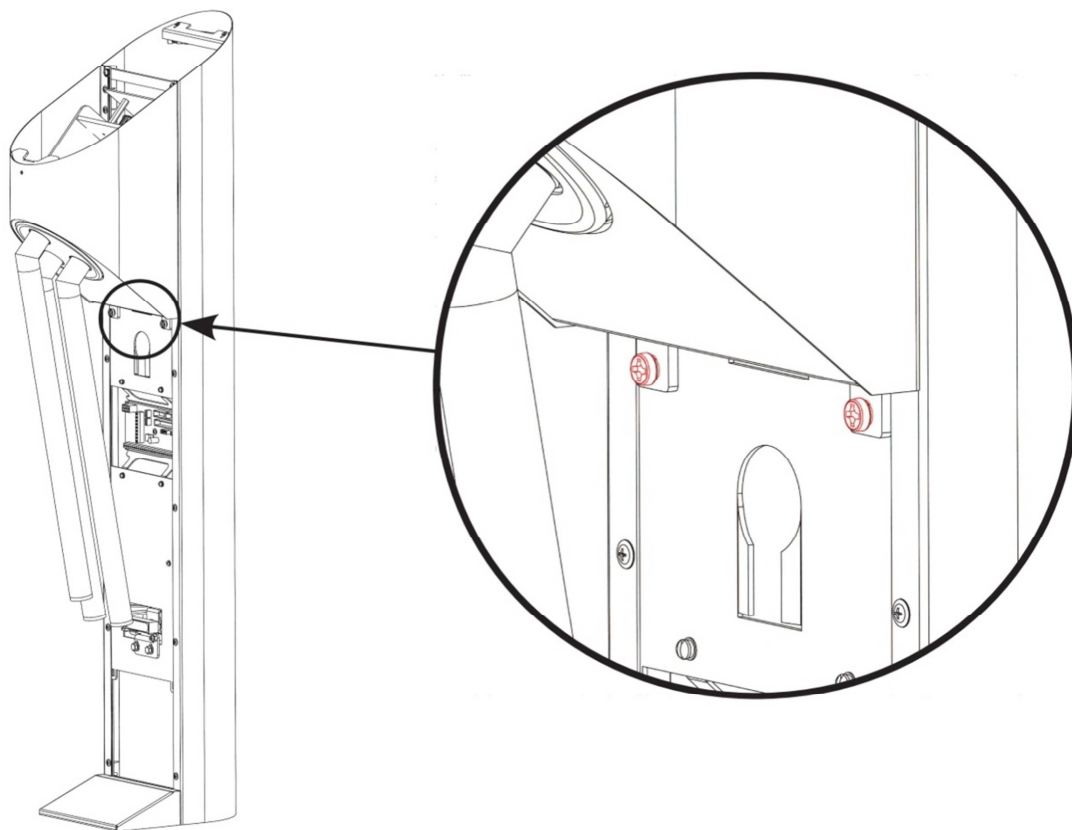

Рис. 8
- отверните 2 винта М6 DIN7985 (рис. 8);